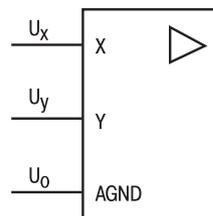

Рис. 1. Вход дифференциальный
*Дифференциальный вход* (рис. 1) позволяет принять пару входных сигналов  $X$  и  $Y$  симметрично относительно общего провода (AGND), выделив полезный разностный сигнал ( $Y-X$ ) на фоне общего аддитивного помехового сигнала  $\delta$ , выполнив над входными аналоговыми сигналами  $(X + \delta)$  и  $(Y + \delta)$  операцию вычитания:  $(Y + \delta) - (X + \delta) = Y - X$ , где:  $X$  – это неинвертирующий, а  $Y$  – инвертирующий вход.